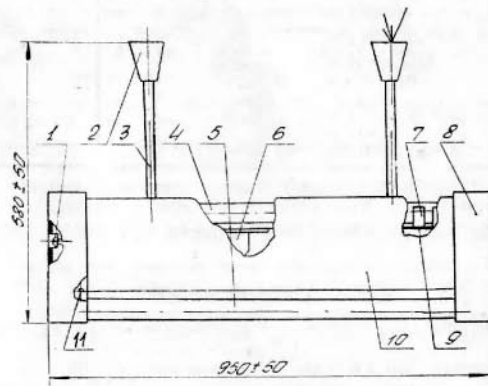

Рис. 1 Общий вид облучателя
4.2. Облучатель (рис. 1) состоит из корпуса 9, аппаратов пускорегулирующих 6, стартеров 7, открытых ламп 5, экранированных ламп 4, а также крышек 8, крепящихся к корпусу винтами 1. Облучатель подвешивается к потолку с помощью тяг 3. Через одну из тяг проходят провода. Открытые и экранированные бактерицидные лампы имеют отдельные выводы для раздельного включения.